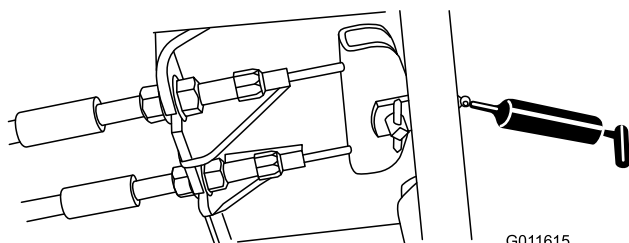

Figura 49
- Pedale del freno (1) (Figura 49)